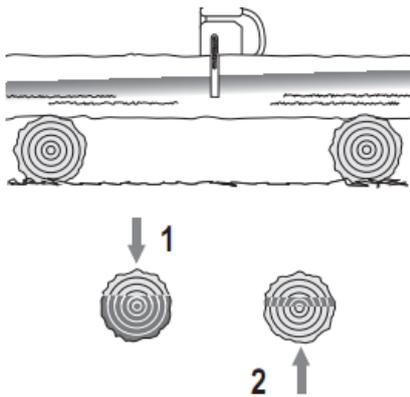

Fig.43
- 1) pratiquer une coupe par le haut pour 1/3 du diamètre (fig.43).